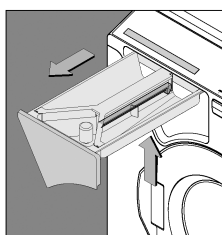

Bild 1
- Tryck upp fackets undersida och dra ur facket (se bild 1).